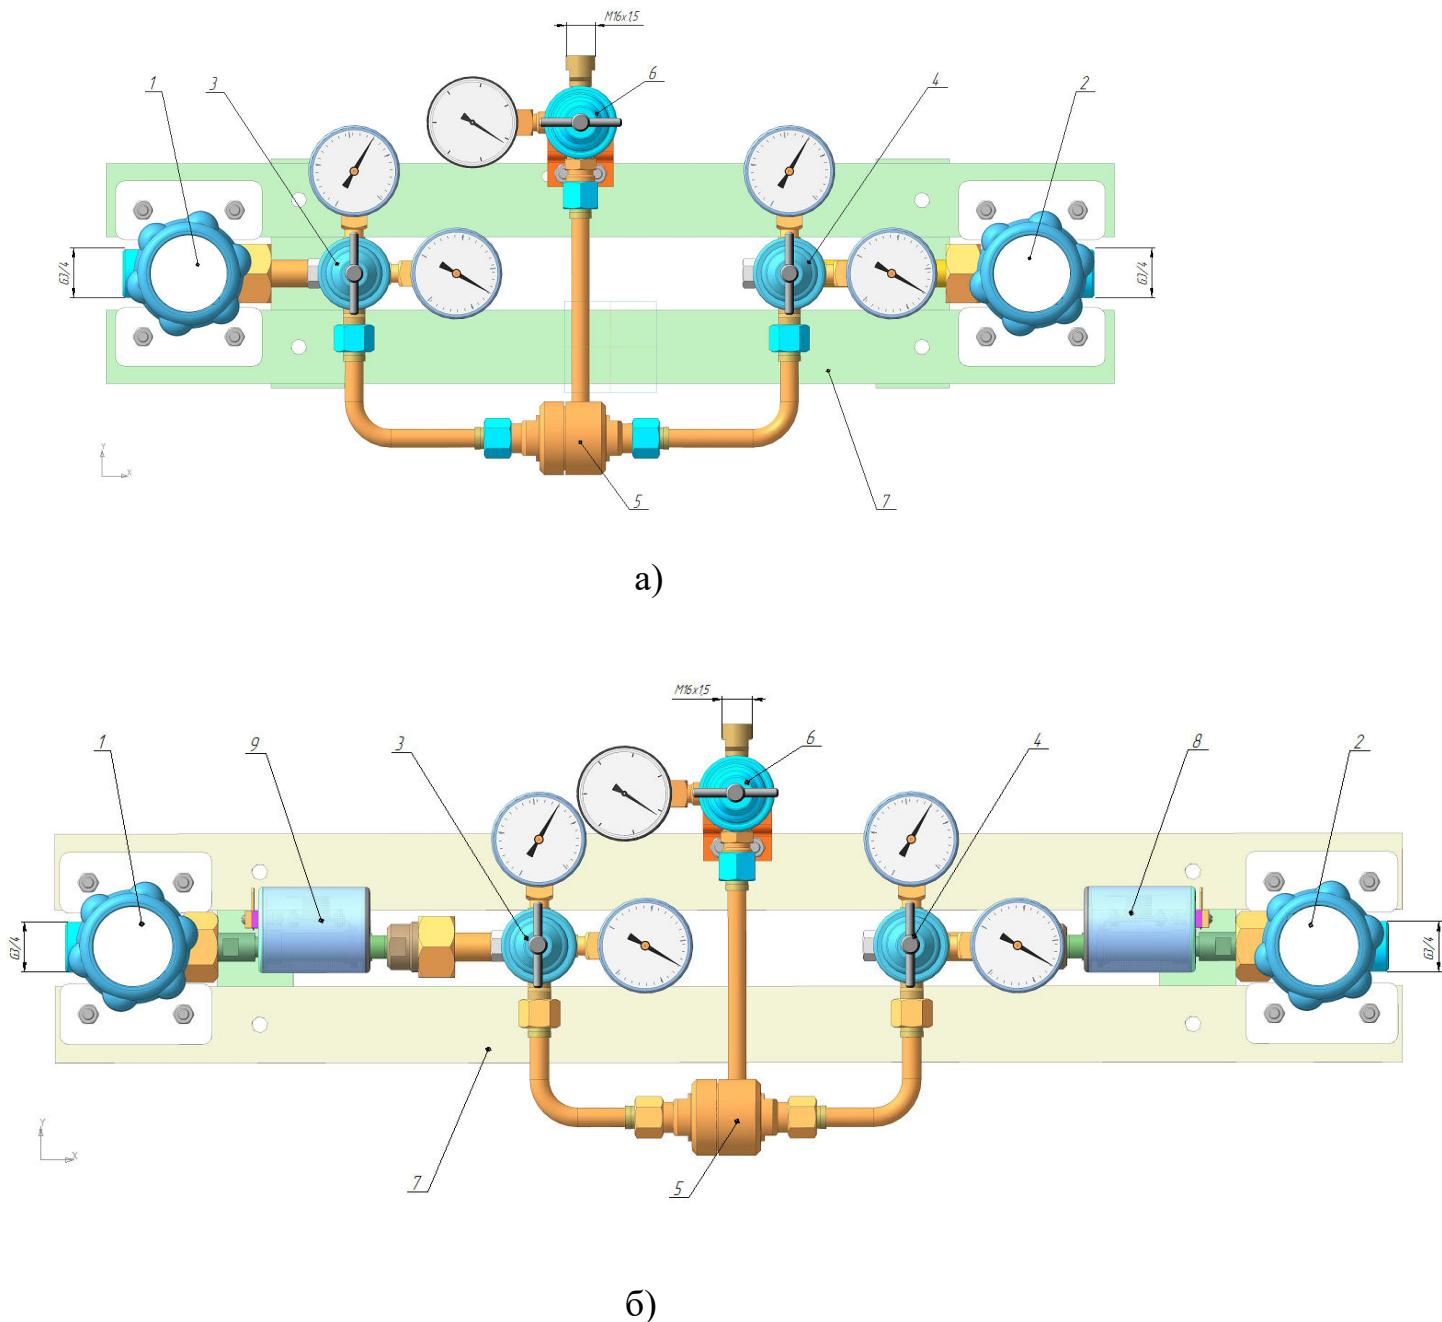

Рис.1 Щит автопереключения плеч перепускных газовых рамп.
4.1 На рис. 1 изображены общие виды щитов автопереключения
4.2.1 В зависимости от условий эксплуатации щиты выполняются без подогрева газа (Рис.1а) или с установкой подогревателей газа 8,9, расположенных между запорными клапанами 1,2 и редукторами 3,4 (Рис. 1б).